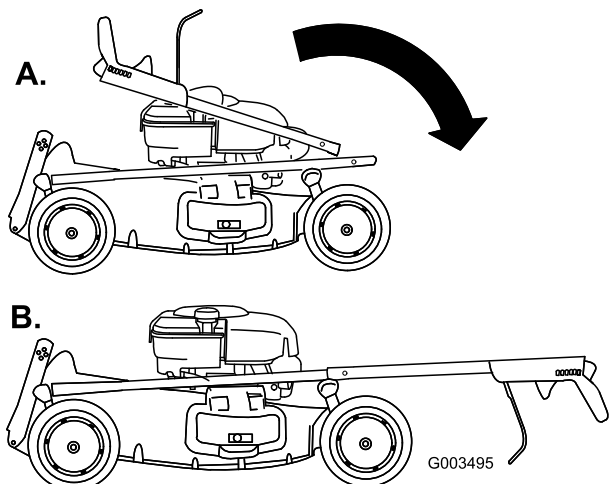

Figura 4
3. Mueva con cuidado el manillar superior hacia adelante y coloque los extremos sobre el manillar inferior de manera que queden alineados y encajados (Figura 4).